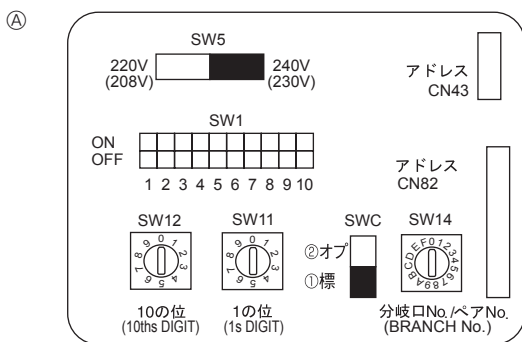

Fig. 5-4
5.5. Configuración de las direcciones (Fig. 5-4)
5.6. Captar la temperatura de la sala con el sensor incorporado en el mando a distancia (Fig. 5-4)